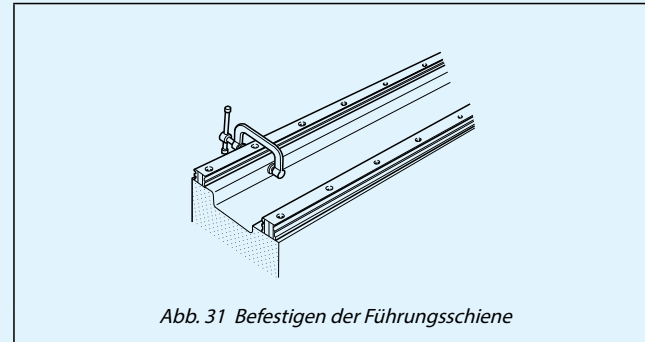

Abb. 31 Befestigen der Führungsschiene
- Die Schienenbezugsfläche wird mithilfe einer kleinen Schraubzwinde o. ä. an die Montagepassfläche des Gestells angedrückt. Dann wird die Befestigungsschraube an dieser Stelle angezogen. Dies wird für die gesamte Führungsschiene wiederholt (siehe Abb. 31)